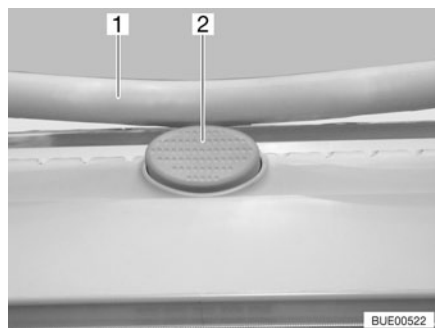

Fig. 63 Botón de seguridad en la claraboya Heki
- Pulsar el botón de seguridad (Fig. 63,2) y tirar la horquilla (Fig. 63,1) hacia abajo con ambas manos.
- Presionar el estribo hacia arriba con ambas manos hasta que la horquilla se encuentre encima del botón de seguridad (Fig. 63,2).